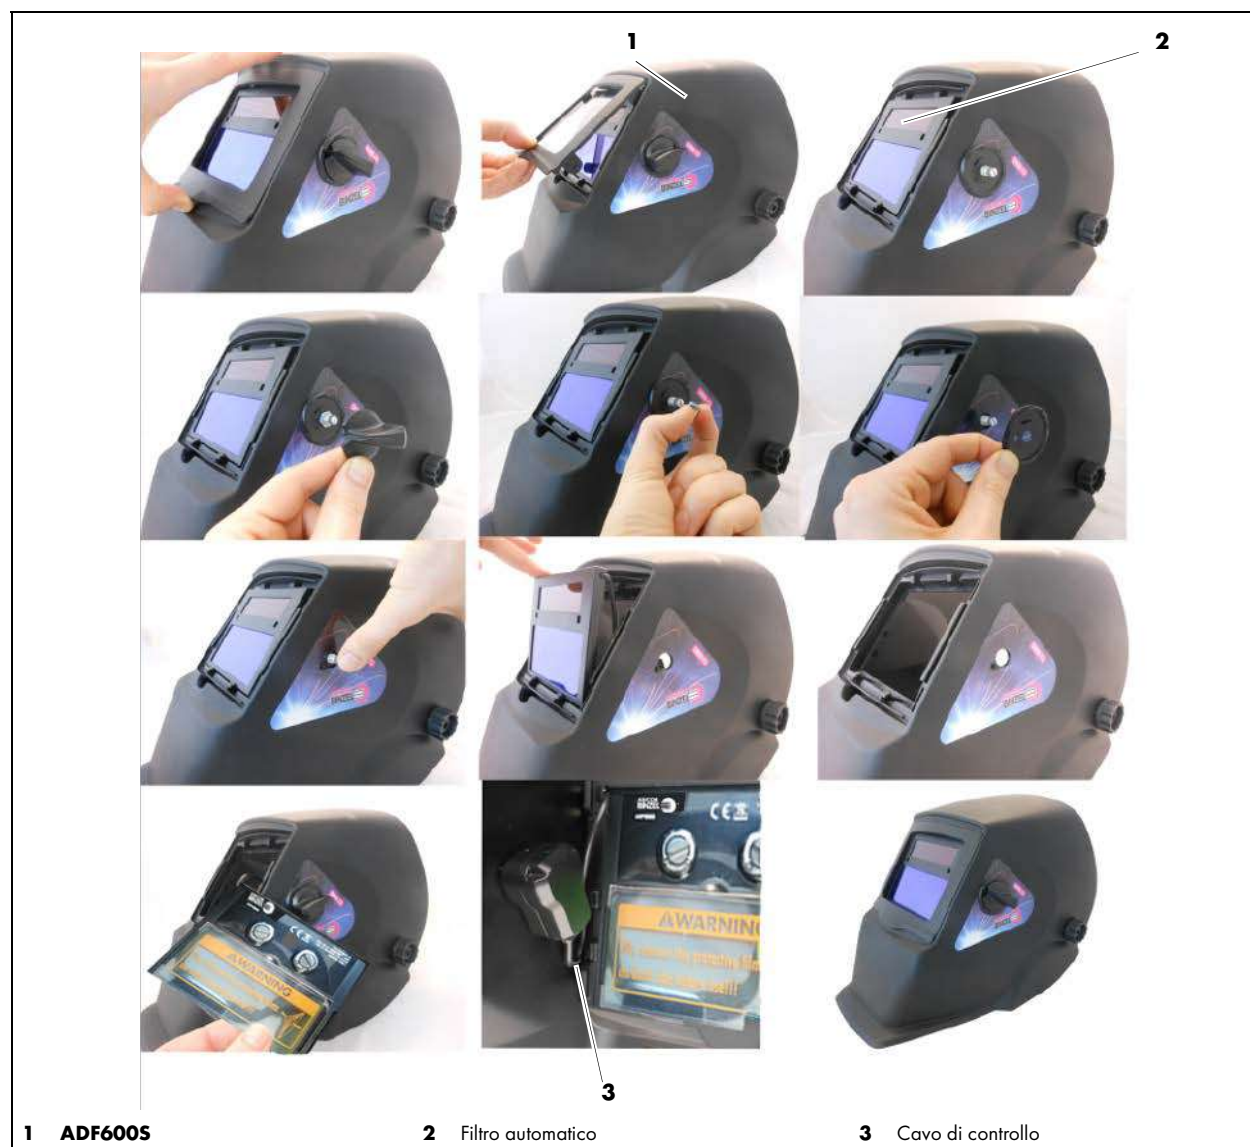

Fig. 11 Sostituzione del filtro automatico
Sostituzione del filtro automatico (2) :	⇒ Fig. 11 Sostituzione del filtro automatico a pagina IT-19